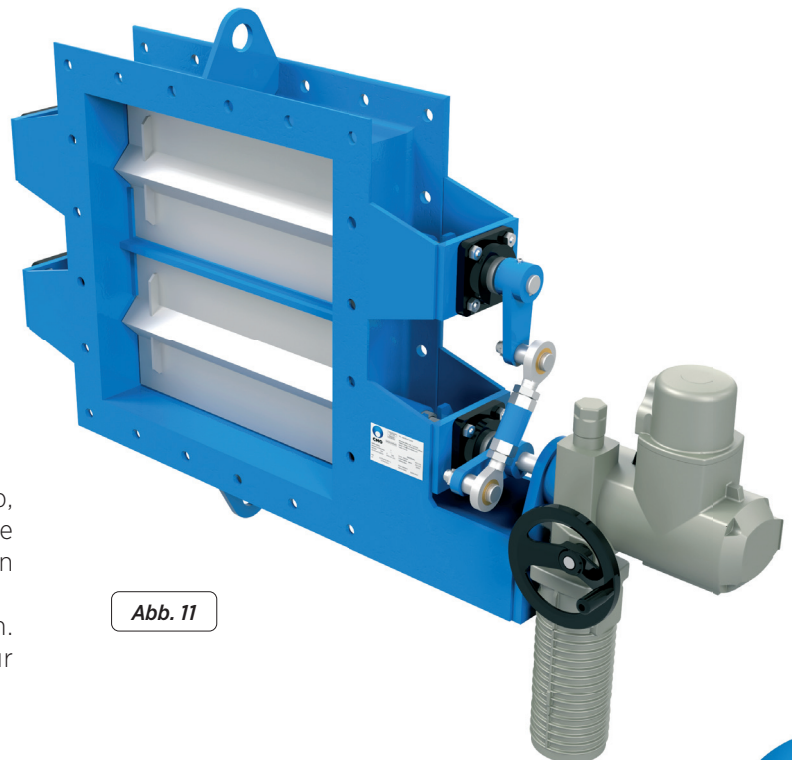

Abb. 11
### MOTORANTRIEB (Abb.11)
2. Normalerweise haben die Jalousieklappen **PL** an den einzelnen Lamellen auf jeder Seite jeweils eine Stopfbuchspackung (Abb. 11). An einer Armatur befinden sich nur identische Packungssysteme, weshalb es keine Rolle spielt, welche Packung zuerst ausgetauscht wird. An jeder Stopfbuchspackung müssen die gleichen Arbeitsschritte durchgeführt werden.